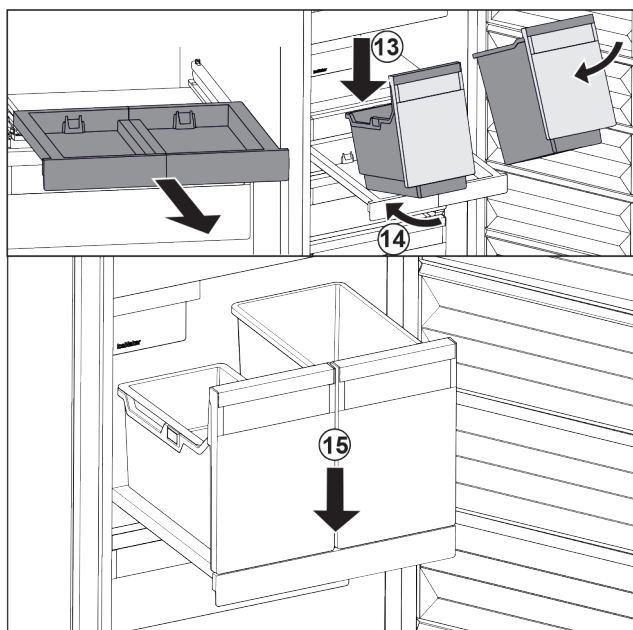

Fig. 200
- Applicare i contenitori in modo inclinato sul ripiano estraibile. Fig. 200 (13)
- Inserire il contenitore in modo inclinato verso la parte posteriore. Fig. 200 (14)
- Abbassare il contenitore nella parte anteriore. Fig. 200 (15)